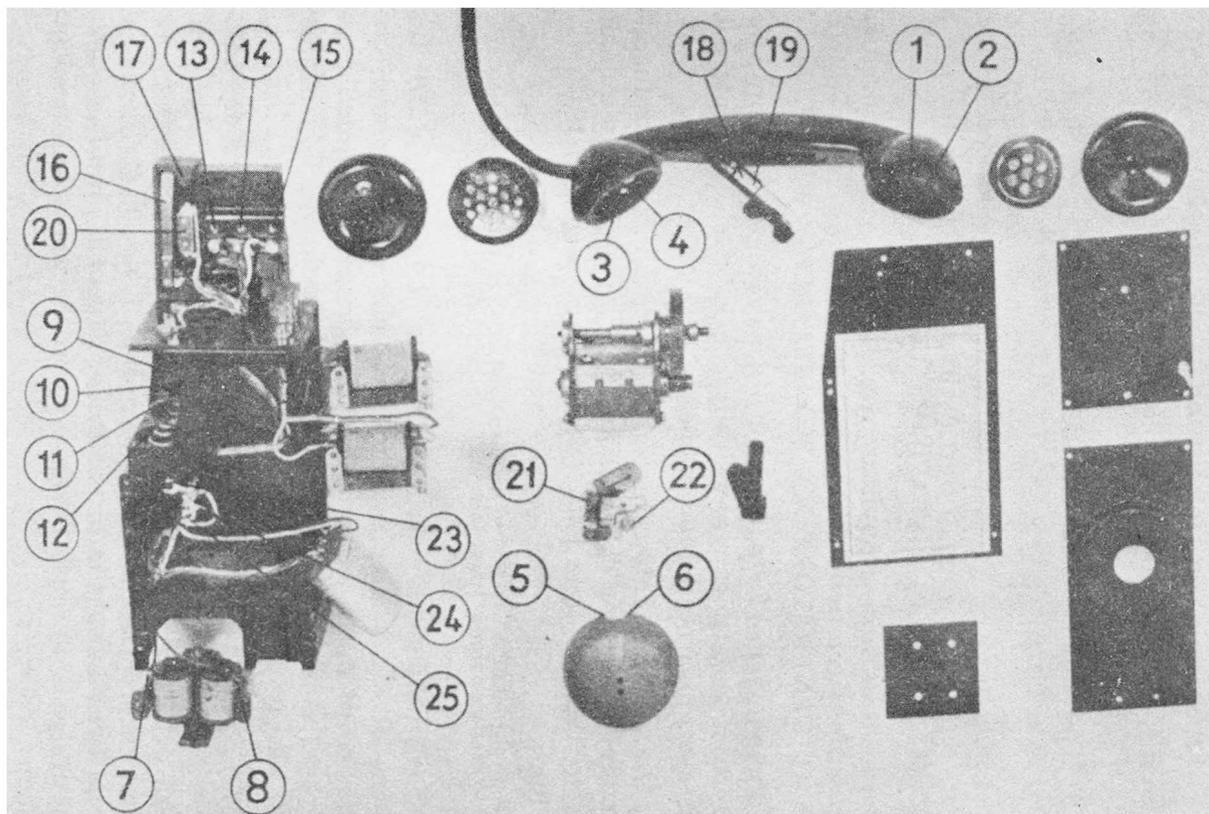

Fig. 20 - Telefono EE-8-B-I smontato e mascherato (non appaiono l'involucro e i magneti del generatore).
1) i punti di contatto elettrico sul ricevitore (fig. 20: 1 e 2) e sul trasmettitore (fig. 20: 3 e 4);
2) i due punti in cui il martelletto colpisce il campanello (fig. 20: 5 e 6);
3) i contatti del nucleo sulle bobine della suoneria (fig. 20: 7 e 8);
4) i contatti della batteria (fig. 20: 9, 10, 11 e 12);
5) i fori delle prese (fig. 20: 13, 14 e 15);
6) i contatti a molla dell'interruttore a leva e interruttore del microtelefono (fig. 20: 16, 17, 18 e 19);
7) l'apertura sotto l'interruttore a vite (fig. 20);
8) i punti di contatto sul blocco molle del generatore (fig. 20: 21 e 22);
9) i terminali a forchetta dei tre capi del generatore (fig. 20: 23, 24 e 25).